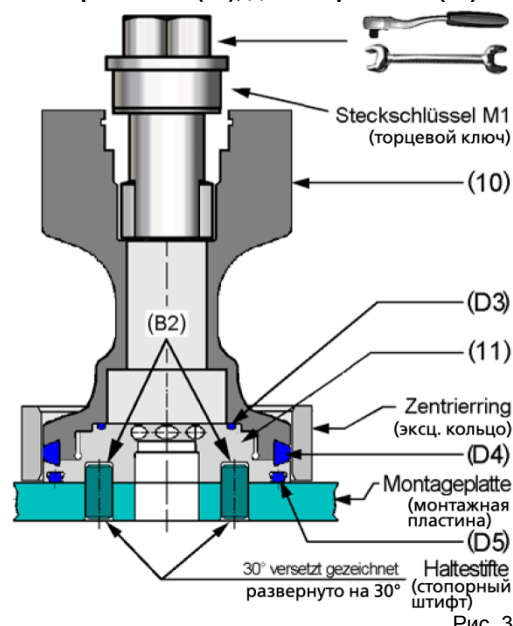
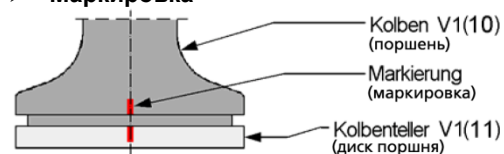

Рис. 3
Рис. 4
- Наверните без уплотнений диск V1 (11) на поршень V1 (10) до упора и нанесите маркировку (см. рис. 4).
- Отверните диск V1 (11) с поршня V1 (10).
- Установите уплотнение (D4) на поршень V1 (10) и от руки закрутите диск V1 (11).
- Установите монтажную пластину в тиски и зафиксируйте диск поршня (см. рис. 3).
- Установите торцевой ключи M1 и заверните поршень V1 (10) до совпадения маркировок (см. рис. 4).
- Наверните без уплотнений диск V2 (12) на поршень V2 (13) до упора и нанесите маркировку (см. рис. 4).
- Отверните диск V2 (12) с поршня V2 (13).
- Установите уплотнение (D4) на поршень V2 (13) и от руки закрутите диск V2 (12).
- Заверните поршень V2 (13) до совпадения маркировок (см. рис. 4).